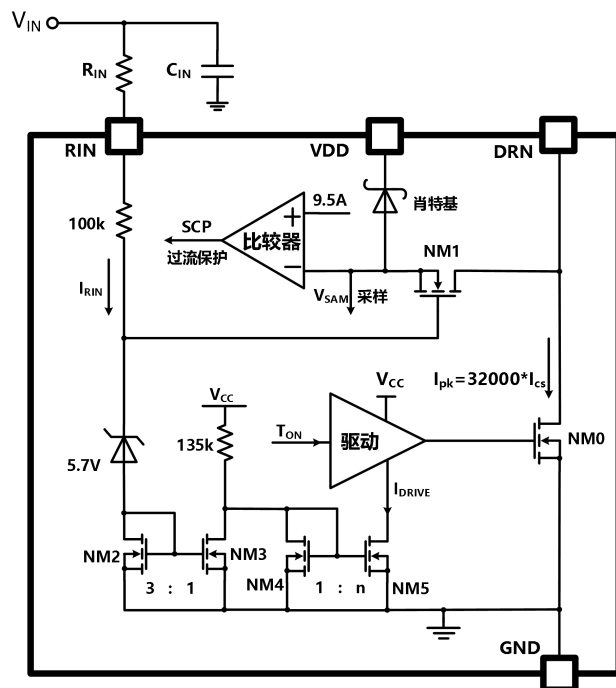

图 7.3.1 启动与关断速度
如图 7.3.1 所示, VPS2103 的 R_{IN} 引脚与变换器输入 V_{IN} 之间连接电阻 R_{IN}, 该电阻有三个作用: ①、为内部启动管 NM1 提供偏置电流; ②、编程内部功率 MOS 管 NM0 的关断速度; ③、前馈补偿功能。